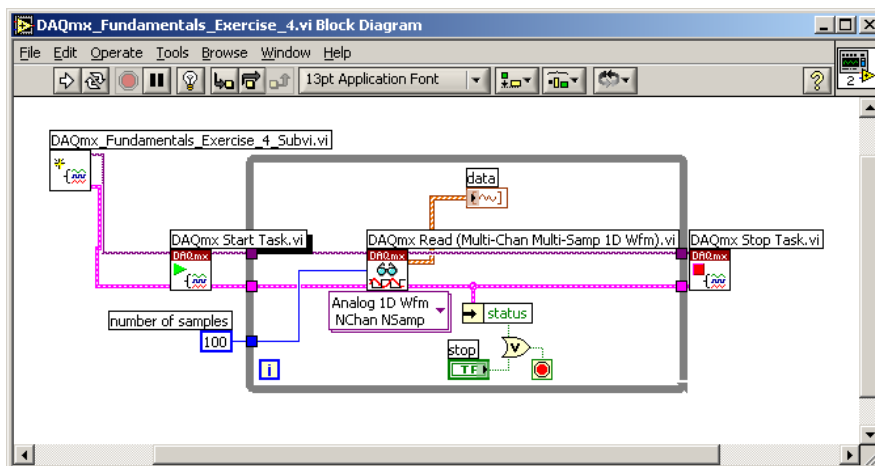

Figure 7. Exercice 4 face arrière
5. L'ordinateur mettra quelques minutes à générer le code. Après ça, le diagramme de la face arrière devrait ressembler à celui présenté Figure 7.